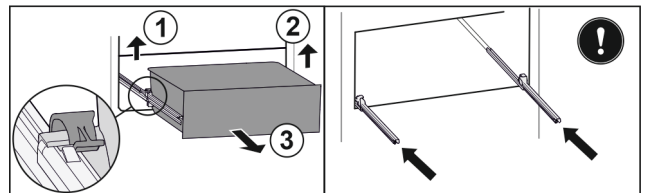

Fig. 95
- Linke Klemme anheben und gleichzeitig Schubfach links nach vorne ziehen. Fig. 95 (1)
- Rechte Klemme anheben und gleichzeitig Schubfach rechts nach vorne ziehen. Fig. 95 (2)
- Schubfach nach vorne entnehmen. Fig. 95 (3)